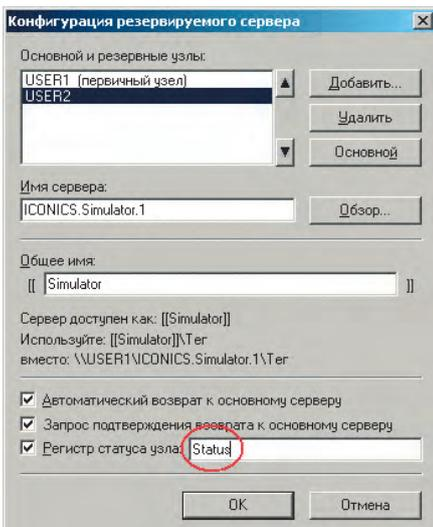

Рис. 3. DataWorX: регистр статуса узла
1. При настройке резервирования в DataWorX определите регистр, значение которого будет отображать статус узла (1 — основной узел, 0 — резервный), как показано на рис. 3.